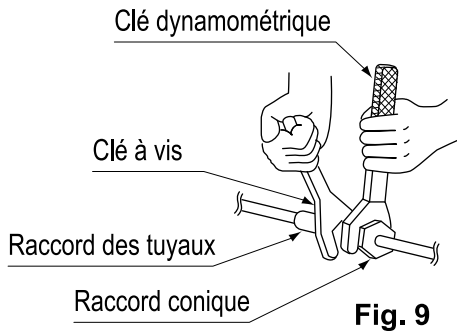

Fig. 9
- Veuillez à utiliser conjointement une clé et une clé dynamométrique, comme indiqué sur le dessin, lorsque vous assemblez ou désassemblez les tuyaux sur/de l'unité (**reportez-vous à la fig. 9**).